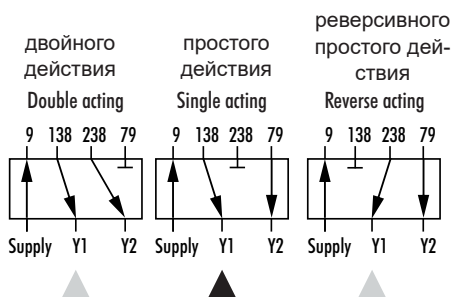

Рис. 5-18: Шильдик на адаптерном уголке
4. Привинтите поворотную пластику (7) к угловому адаптеру (6); при этом следите за правильным положением уплотнительных колец.
5. Выберите нужную функцию переключения согл. Рис. 5-18 путем вращения поворотной пластины: маркировка в виде стрелки на переключателе указывает на соответствующую функцию переключения, см. Рис. 5-18.
6. Уложите фасонное уплотнение (6.2) в паз переходного кронштейна (6).
7. Выберите требуемый рычаг (1) **M**, **L** или **XL**, а также положение штифта, соответствующие размеру привода и ходу клапана (см. таблицы значений хода, стр. 5-4).
2. Отвинтите переключатель (7) от переходного кронштейна (6).
3. Установите угловой адаптер (6) на позиционер и зафиксируйте его винтами (6.1); при этом следите за правильным положением уплотнительных колец.
5. Выберите нужную функцию переключения согл. Рис. 5-18 путем вращения поворотной пластины: маркировка в виде стрелки на переключателе указывает на соответствующую функцию переключения, см. Рис. 5-23.
6. Освободите передающий штифт на рычаге (M) из его положения и переместите его в положение 90°.